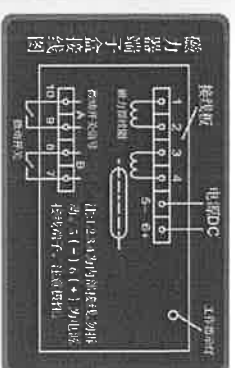

图 15
1) 电源为AC220V、AC110V时，激磁整流器安装在控制柜内，接线见图14；激磁整流器安装在磁力器上时，接线见图15。